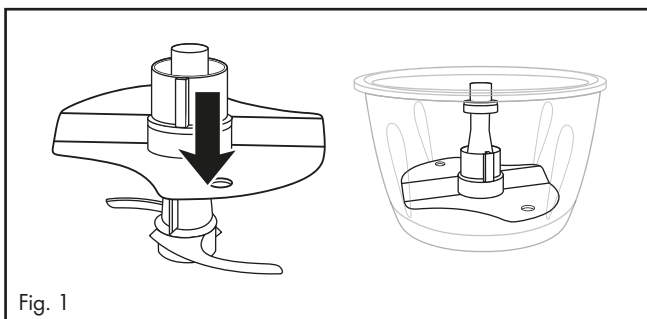

Fig. 1
- For at piske 200 - 400 ml fløde skal du sætte emulgeringsskiven **12** på knivholderen **7**, så emulgeringsskiven **12** sidder på begge dele af kniven **8** og klikker fast (fig.1):